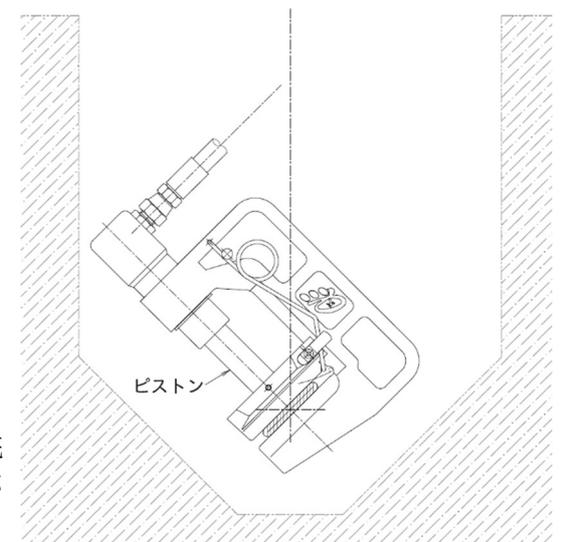

図. B-3
4. 3.の位置を一人がフレームを手で押さえて維持しながら、もう一人がハンドルを操作して、管を圧着し、仮止水します。*（図. B-3）